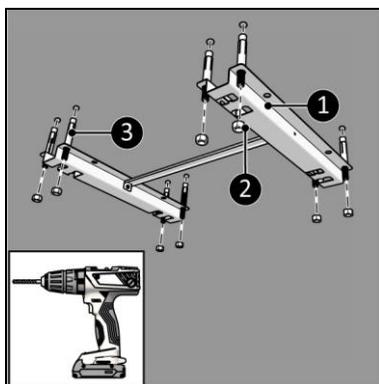

Figura 13
4. Amplasați suportul de tavan și marcați cele opt găuri (Figura 13).
6. Introduceți șuruburile de ancorare (Figura 13, poz. 3).
7. Strângeți suportul (Figura 13, poz. 1) de tavan cu cele opt piulițe (Figura 13, poz. 2).